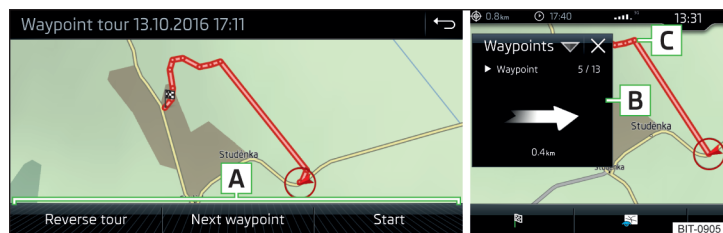

Fig. 240 Afficher un itinéraire avec points de passage / Parcourir un itinéraire avec points de passage
- Sélectionnez l'un des menus suivants **[A]** » fig. 240.
Lorsqu'un trajet avec des points de passage est en cours, la fenêtre supplémentaire **Points de passage** affiche la direction ainsi que la distance jusqu'au point de passage suivant, le numéro en continu du point de passage suivant ainsi que le nombre total de points de passage **[B]** » fig. 240.
Le trajet avec des points de passage à partir de l'emplacement du véhicule jusqu'au point de passage suivant « diminue » progressivement pendant le trajet « par pas » de **[C]** » fig. 240 .
- > Affichage du trajet avec des points de passage » fig. 240 à la page 211 ▶